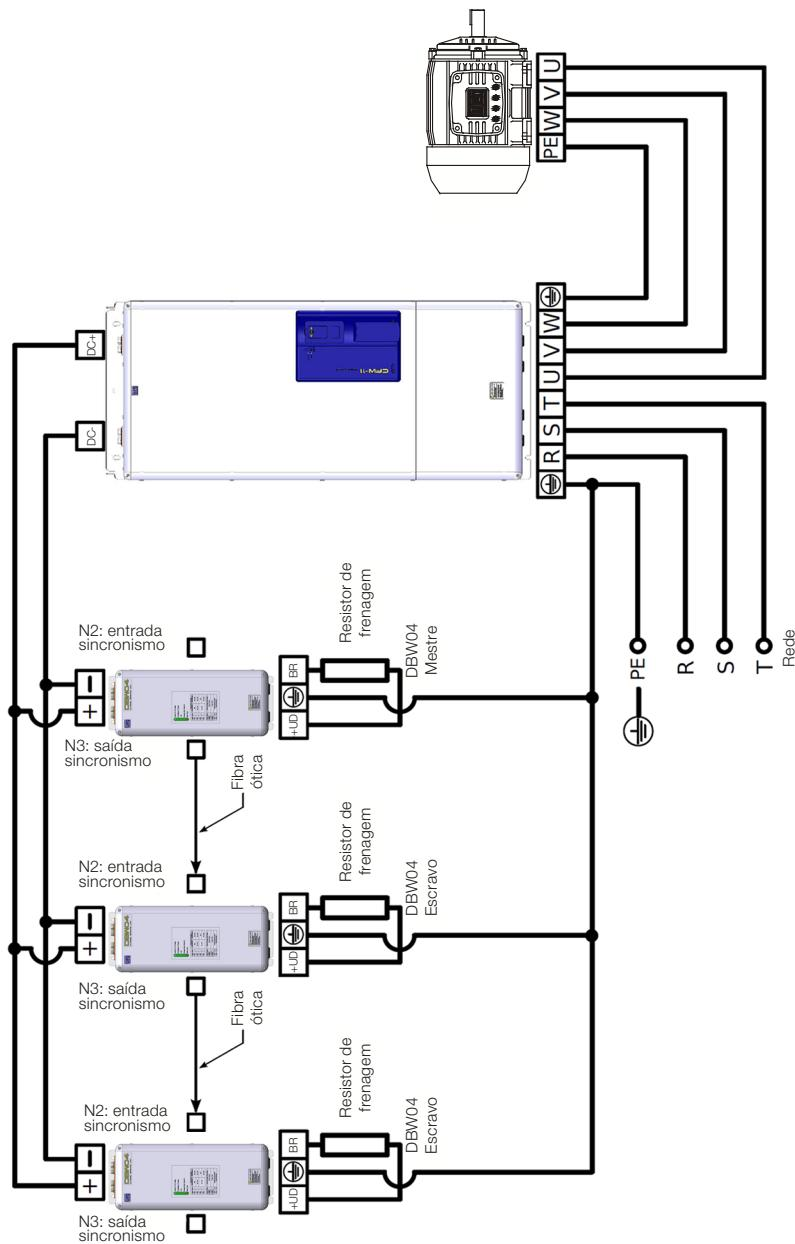

Figura 3.11: Exemplo de esquema de ligação simplificado do DBW04 como mestre e escravo
Função dos LEDs indicadores do DBW04, ver Figura 3.11 na página 88.
Na Figura 3.11 na página 88 tem-se um esquema de ligação mestre e escravo do DBW04. A saída de sincronismo N3 do mestre deve ser conectada na entrada de sincronismo N2 do escravo. Se houver mais de um escravo, a saída de sincronismo de um dos escravos deve ser conectada na entrada de sincronismo do escravo seguinte e assim sucessivamente.
4. Energizar o inversor. Os LEDs "Tensão CC / DC Voltage", "+15 V" e "DI habilitada / DI enable", ver Figura 3.11 na página 88, deverão acender. Os demais LEDs deverão estar apagados.